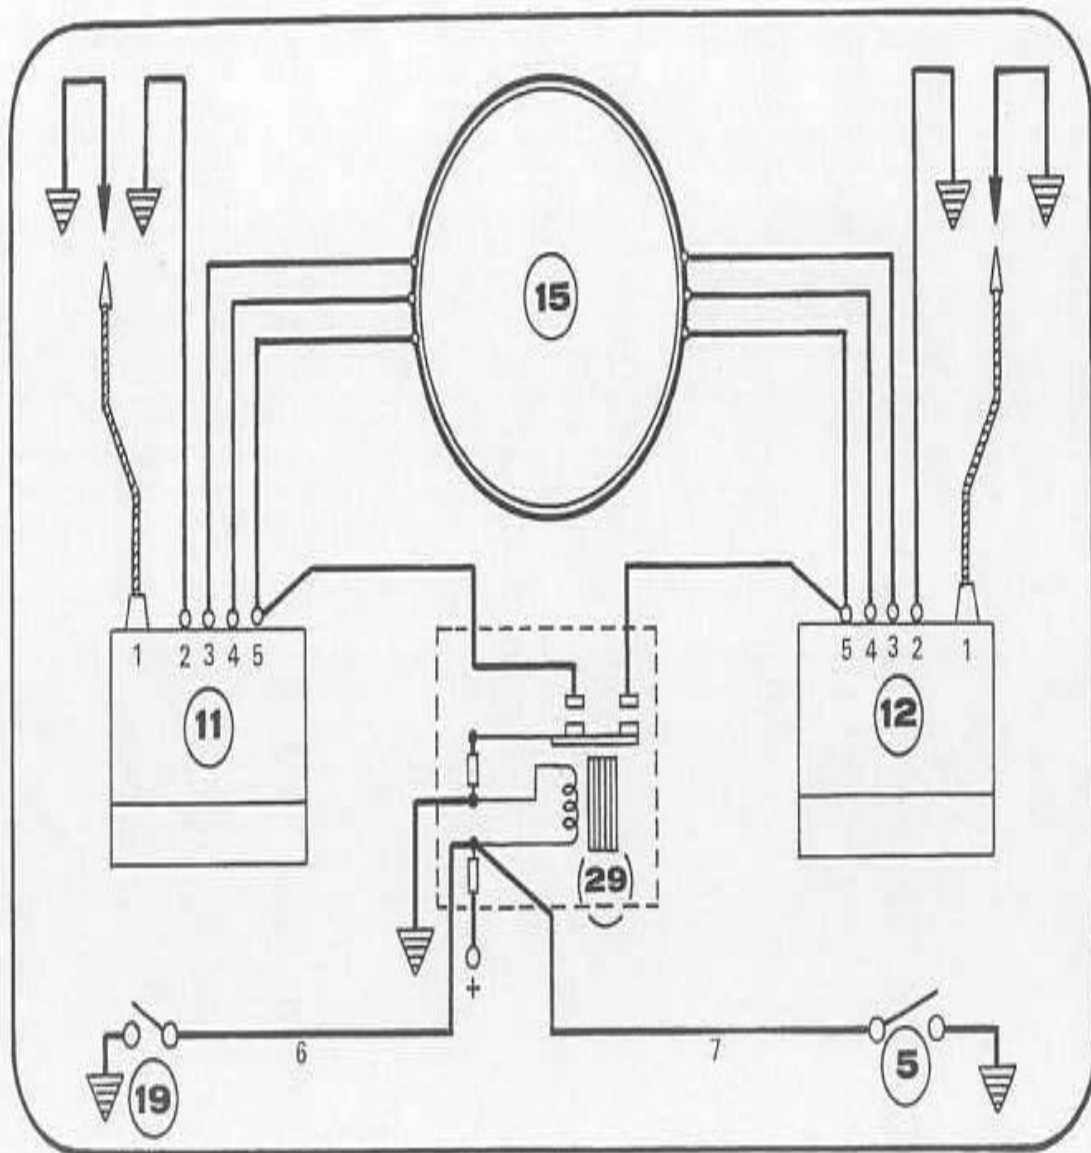

Fig. 116
A partire dal 20 maggio 1975 i motocicli sono stati modificati nell'impianto elettrico e il dispositivo (29) a diodi è stato sostituito con uno speciale relais che ha eliminato completamente l'inconveniente (vedi fig. 116 e schema elettrici 3, 4 e 5).
An improved stop relay was fitted into the electric system, replacing transducer 29, part no. 0960.38.223 (see fig. 116 and complete electric systems 3, 4, 5).